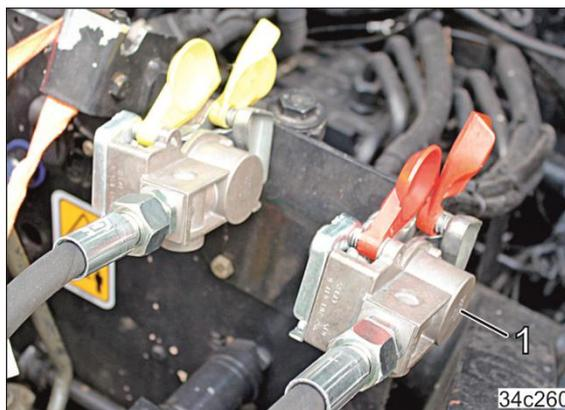

Fig. 185
3. Den Kupplungskopf (Fig. 185/1) der Vorratsleitung (rot) lösen.